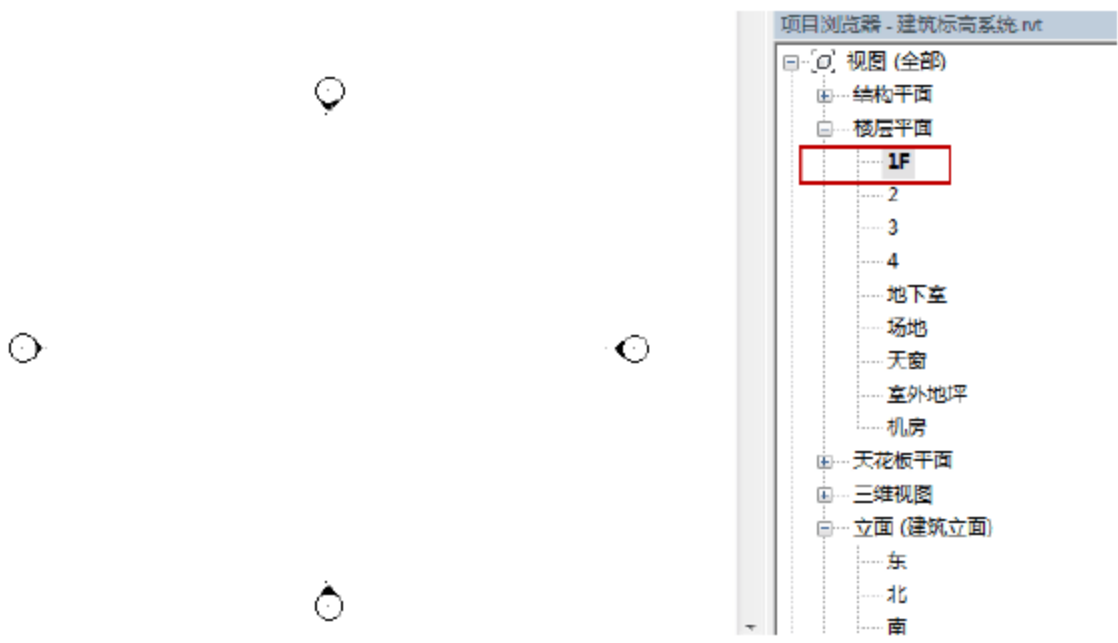

图 1.3.1 进入 1F 楼层平面视图
(1) 切换到 1F 楼层平面视图。在项目浏览器中，单击“楼层平面”栏中的“1F”视图，从立面进入到 1F 楼层平面视图，如图 1.3.1 所示。注意，轴网只能在平面视图